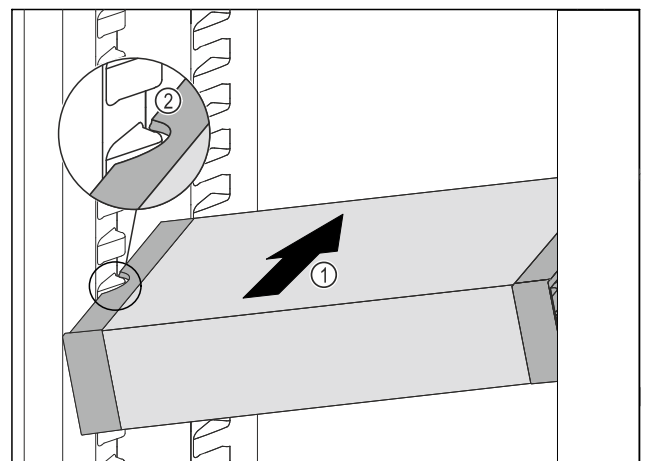

Fig. 83
- ▶ VarioSafe schräg in das Kühlteil einschieben Fig. 83 (1), bis sich die seitlichen Aussparungen Fig. 83 (2) des VarioSafes auf Höhe der Behälterrippe im Kühlteil befinden.